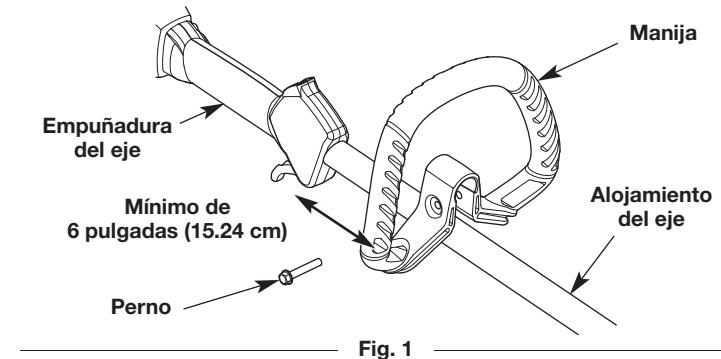

Fig. 1
1. Oprima la manija hacia abajo sobre el alojamiento del eje (Fig. 1). El orificio del perno de la manija debe quedar a la derecha.
2. Inserte el perno en el orificio del perno y oprímalo para que pase a través de él (Fig. 1). Apriete el perno con una llave tubular de 3/8" pero no apriete por completo.
3. Mientras sujetas la unidad en la posición de funcionamiento desplace la manija hasta la ubicación que le ofrece el mejor agarre. Ubíquela como mínimo a 6 pulgadas (15.24 cm) del extremo de la empuñadura del eje (Fig. 1).
1. Afloje el perno con una tubular de 3/8" (Fig. 1).
2. Mientras sujetas la unidad en la posición de funcionamiento desplace la manija hasta la ubicación que le ofrece el mejor agarre. Ubíquela como mínimo a 6 pulgadas (15.24 cm) del extremo de la empuñadura del eje (Fig. 1).